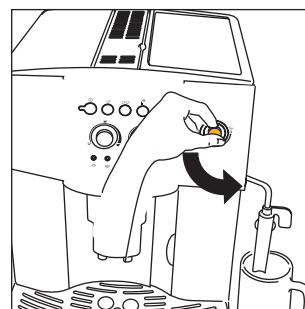

Fig.5
3. **TOUT DE SUITE APRÈS, DANS LES 30 SECONDES**, tournez complètement la manette vapeur en sens inverse des aiguilles d'une montre (fig.5) (il est normal que la machine fasse du bruit).
- Tournez le robinet vapeur d'un demi-tour en sens inverse des aiguilles d'une montre (fig. 5) : l'eau chaude sortira de la buse à cappuccino et commencera à remplir la tasse.
- Tournez complètement le robinet vapeur en sens inverse des aiguilles d'une montre (fig. 5) et laissez sortir un peu d'eau ou de vapeur pendant quelques secondes. Cette opération permet de vider le lait qui serait resté à l'intérieur du tuyau vapeur. **IMPORTANT :** Par mesure d'hygiène, il est recommandé de toujours exécuter cette opération, afin d'éviter que le lait ne stagne dans les circuits intérieurs de la buse à cappuccino.